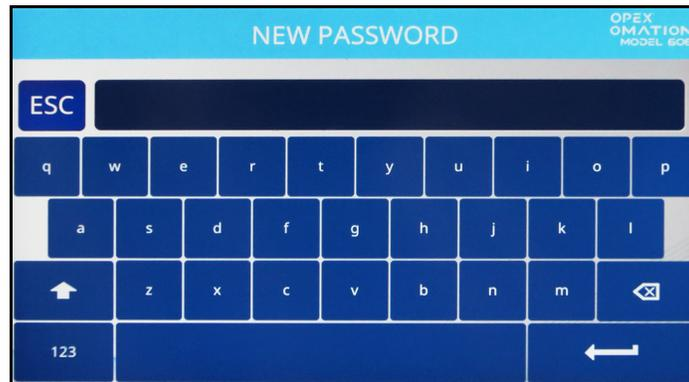

図 5-18 : パスワード入力画面
- 正しい現在のパスワードが入力されたら、自動的に新しいパスワード画面（図 5-18）に変わり、新しいパスワードを作成できます。